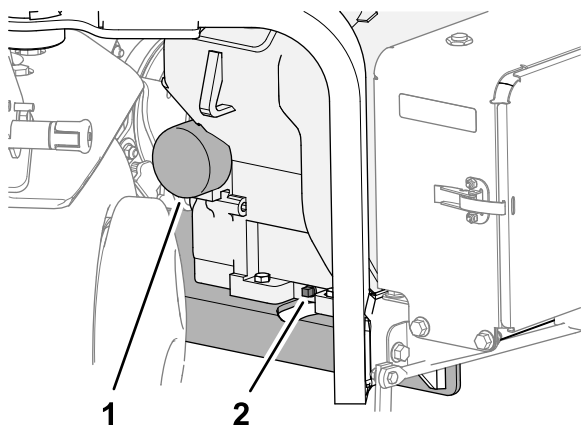

Figura 150
3. Collocate una bacinella sotto al tappo di spurgo dell'olio e rimuovete il tappo (Figura 150).
1. Collocate una bacinella di spurgo bassa sotto il filtro dell'olio e togliete il filtro (Figura 150).
6. Inserite il filtro dell'olio sul relativo adattatore in modo che la guarnizione sia a contatto con l'adattatore del filtro (Figura 150), quindi serrate il filtro di un ulteriore 1/2 giro.